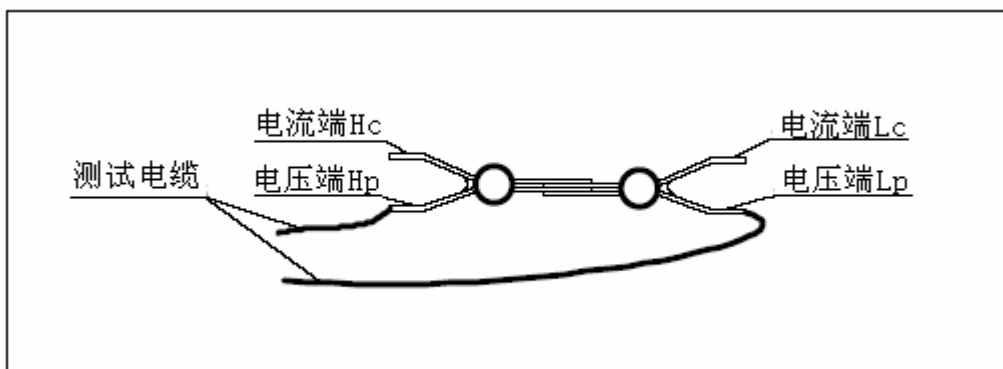

图 2. 正确的测试电缆测试端短路补偿连接法
- ①残余参数较小的短路板 (最好表面镀金);
- ②较粗的多股低阻铜线;
- ③将测试夹直接短路, 注意将电压高低端相连, 电流高低端相连后再互连在一起。图 2 所示。